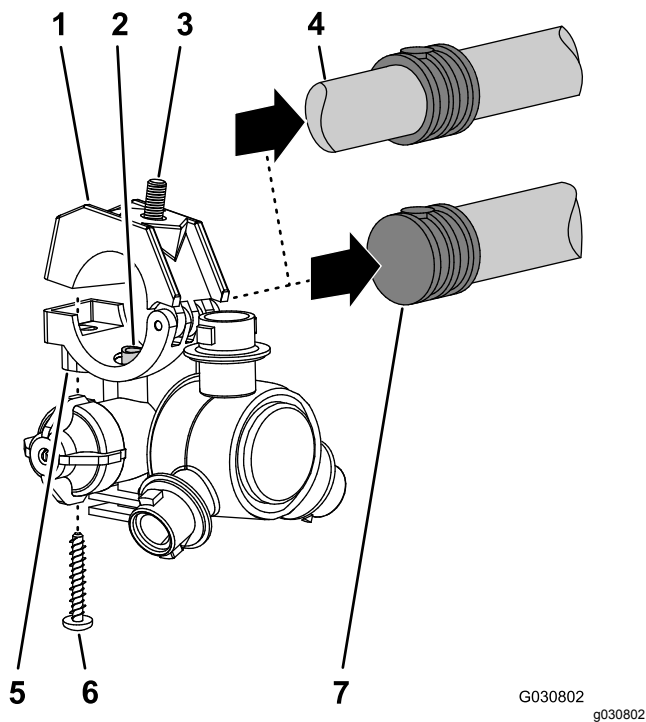

Figura 98
- Lavorando con gli 8 ugelli dell'irroratrice rimossi al passaggio 1, rimuovete le viti in acciaio inox (n. 12 x 1/4") che fissano le metà superiori delle fascette e i portagomma dentellati singolo o doppio (3/4") al corpo di ciascun ugello dell'irroratrice e rimuovete i portagomma dentellati (Figura 98).